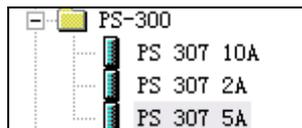

图 3-6 配置电源模块
(3) 配置电源模块，选择 1 号槽，根据实际电源模块的型号，双击选择电源 PS 307 5A，如图 3-6 所示。